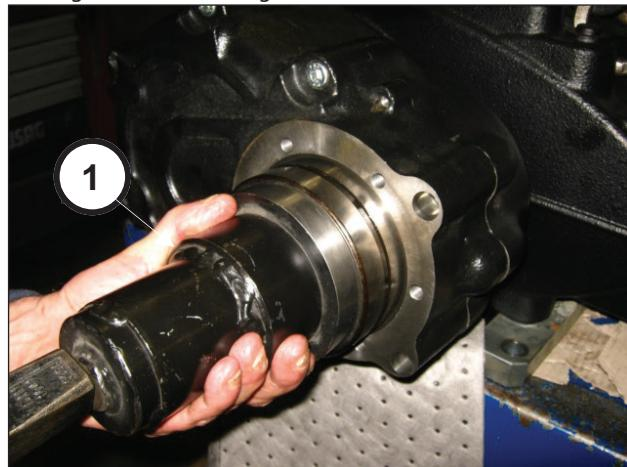
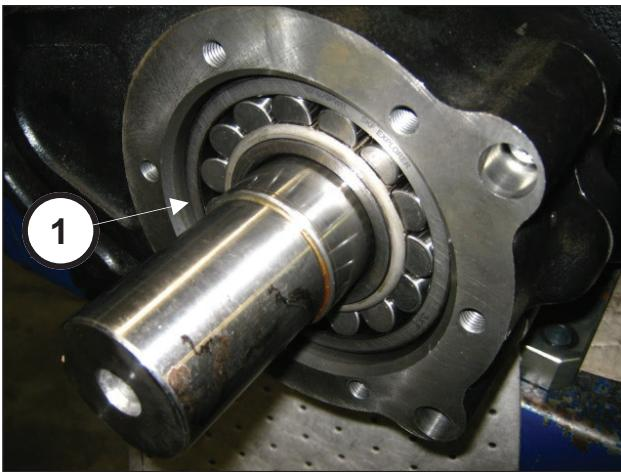

Abb. 88
Abb. 89
Bringen Sie mit dem Werkzeug Art. 27884700 (Pos. ①, Abb. 88) das Lager bis auf Anschlag (Pos. ①, Abb. 89).